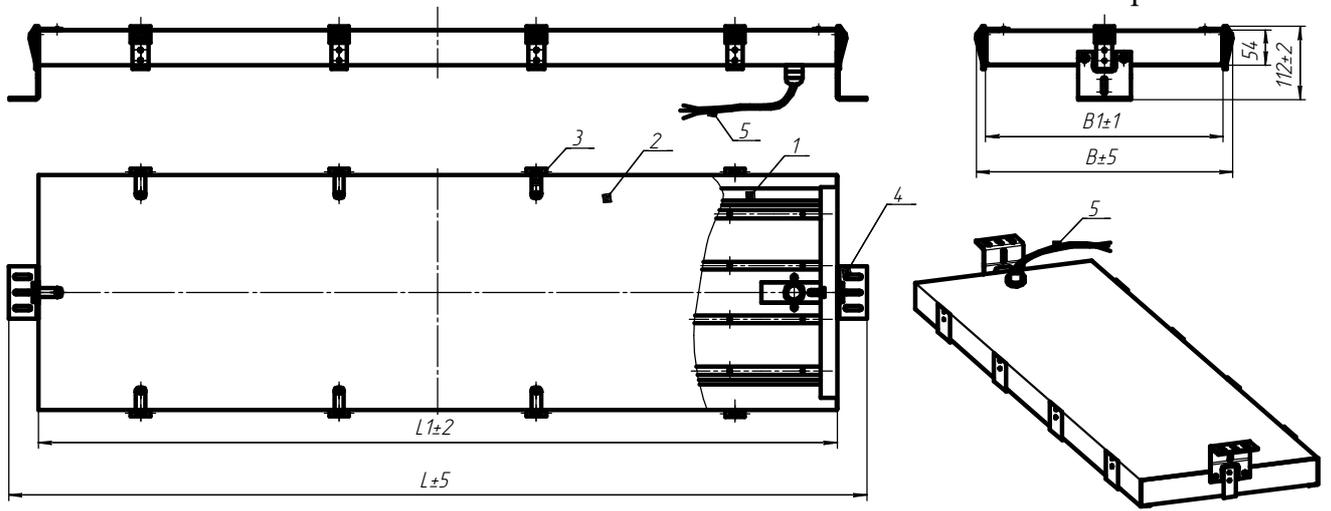
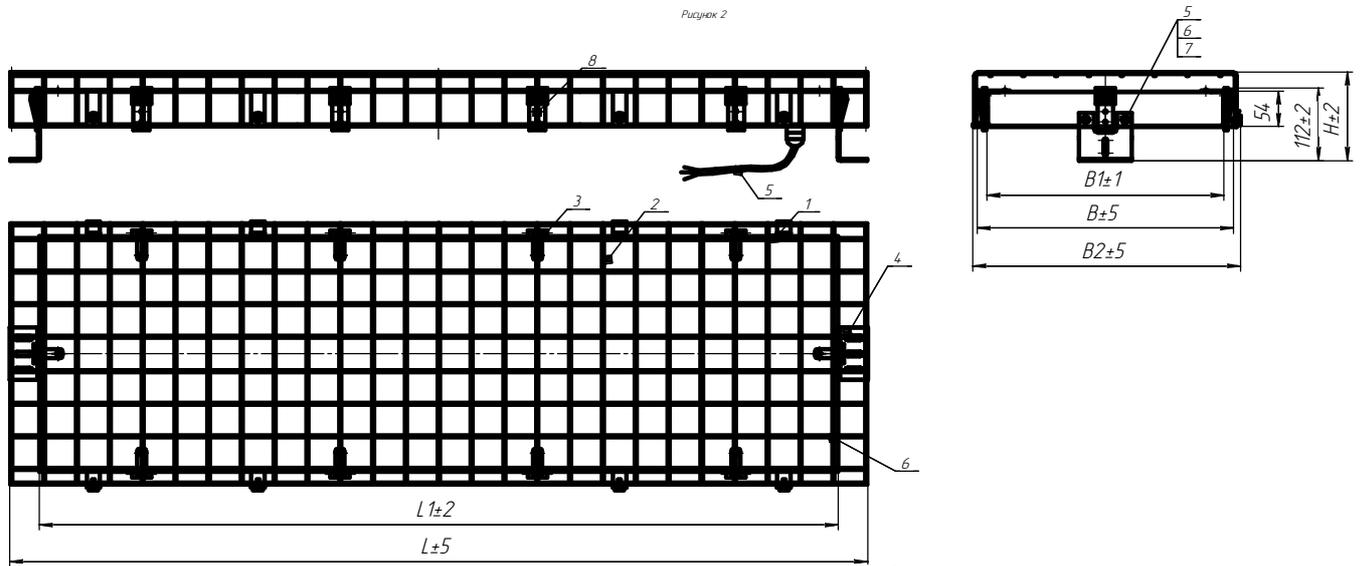
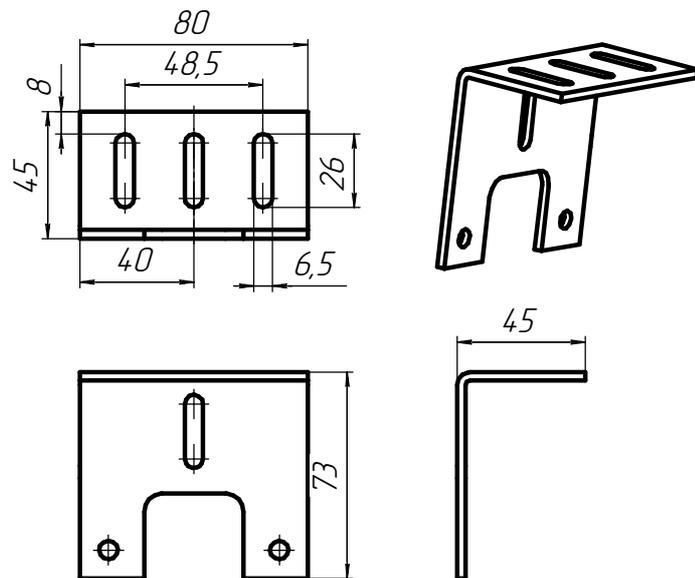

Рисунок 1
Рисунок 2
Рисунок 3. Скоба подвеса
4.1 Светильник состоит из корпуса в сборе (см. Приложение А, рис.1 поз.1), в котором выполнен монтаж электрической схемы светильника, стекла в сборе поз.2, соединенное с корпусом при помощи защелок (поз.3); скоб крепления 2 шт (поз.4, размеры см рис.3 ); сетевого кабеля для подключения к сети питания (поз.5), светильник Sport + решетка (поз.6) рисунок 2.